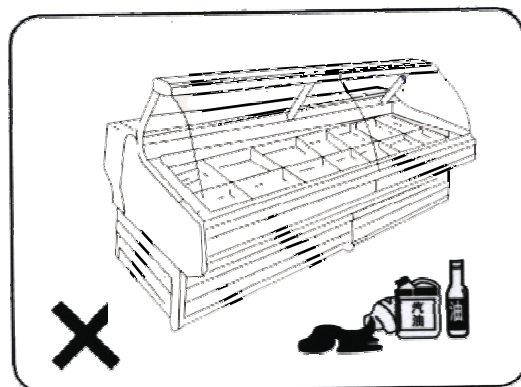

图 2
- 3、展示柜内不得存放易燃、易爆、易挥发的液体或气体。（图2）